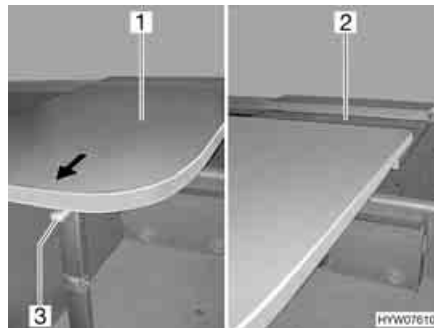

Fig. 74 Allungare il tavolo sospeso
- Sbloccare la leva di sicurezza (Fig. 74,3) sul lato inferiore del piano del tavolo.
- Sollevare il piano del tavolo (Fig. 74,1) leggermente in avanti e nella direzione della freccia fino all'arresto.
- Il piano prolunga inserita (Fig. 74,2) ruota verso l'alto.